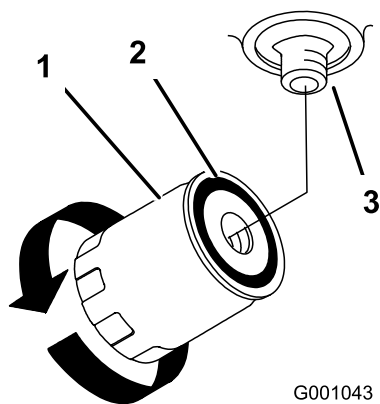

Figura 89
7. Aplique una capa fina a la junta de goma del filtro nuevo (Figura 89).
9. Llene el depósito hidráulico con fluido hidráulico hasta que éste rebose por encima del filtro, gire el filtro de fluido en sentido horario hasta que la junta de goma entre en contacto con el adaptador del filtro, luego apriete el filtro media vuelta más (Figura 89).